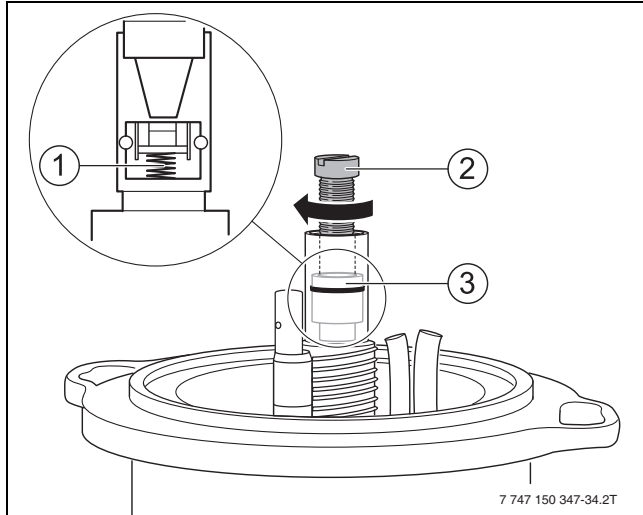

Fig. 40 Remplacer le clapet de retenue
- Visser la vis M5 x 50 (→ fig. 40, [2]).
- Retirer le clapet de retenue (→ fig. 40, [3]).